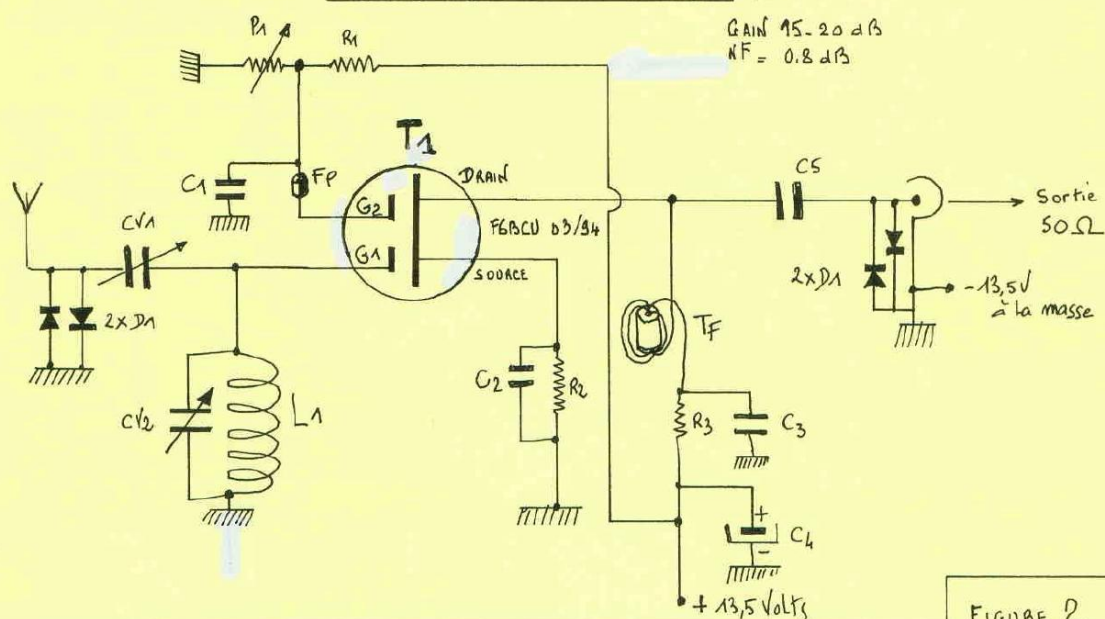

FIGURE 2
- 1 ) Pour la première ( figure 2) version faire le choix d'un segment de 500 KHz à recevoir. Par exemple: 28.500 Mhz qui seront le milieu de la bande 10 mètres en SSB. Réglez CV1 et CV2 au maximum de Gain en tenant compte que CV1 doit toujours être ouvert au minimum de sa capacité et ce compatible avec la meilleurs réception possible.